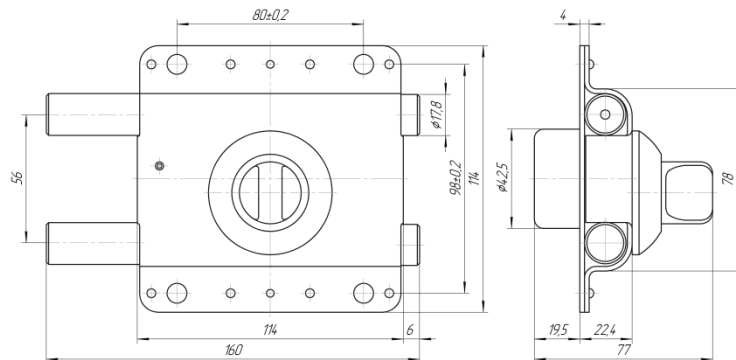

Рис.1
1.3. На рис. 1 приведены габаритно-присоединительные размеры замка «Барьер - Каре» (без декоративных накладок).
В двери на расстоянии 65 мм от её торца проводится отверстие диаметром 10 мм под ключ и четыре отверстия этого же диаметра под шпильки лицевой пластины согласно положениям крепежных отверстий замка, указанным на рис.1.
2.3.1. Во внешнем листе двери на расстоянии 65 мм от её торца проводится отверстие диаметром 10...11 мм под ключ. На внутренней стороне двери, также на расстоянии 65 мм от её торца, соосно с отверстием во внешнем листе двери проводится отверстие диаметром 45 мм. Также на этом листе двери согласно положениям крепежных отверстий замка, указанным на рис.1, проводятся четыре отверстия диаметром 11^{+0,1} мм под вытяжные заклепки – гайки М8.